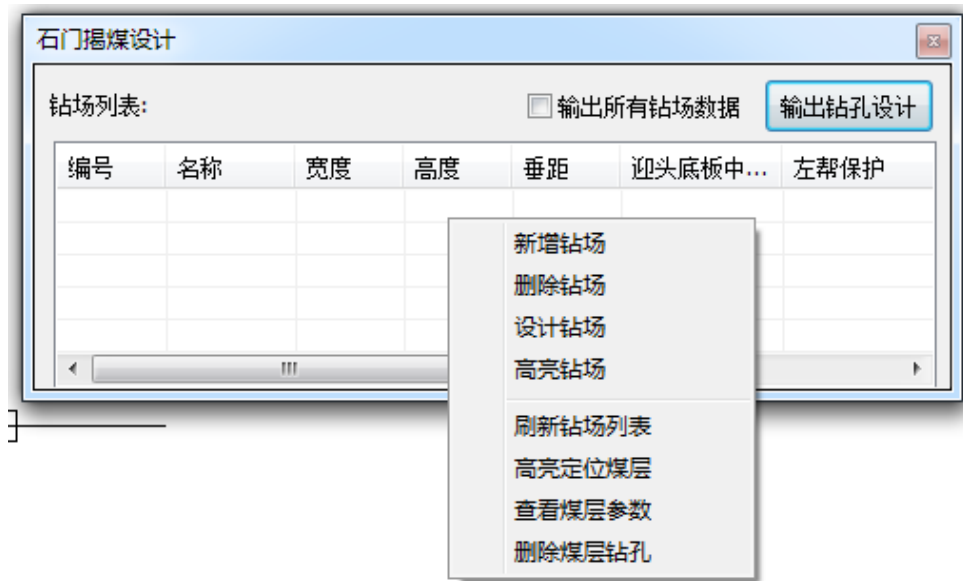

图 4-56 石门揭煤设计右键菜单
- 1. 右击钻场列表，弹出如图 4-56 所示菜单。
到此，石门揭煤钻孔参数设计完成，计算部分在后台已经完成，可以进行输出报告或者对石门等参数进行编辑。编辑功能如图 4-56 所示中的【删除钻场】、【设计钻场】、【高亮钻场】、【刷新钻场列表】、【高亮定位煤层】、【查看煤层参数】、【删除煤层钻孔】等 7 项。这些功能除了【设计钻场】都不涉及计算相关的功能，仅仅是图形上的修改和编辑，每项所代表的意义如下：